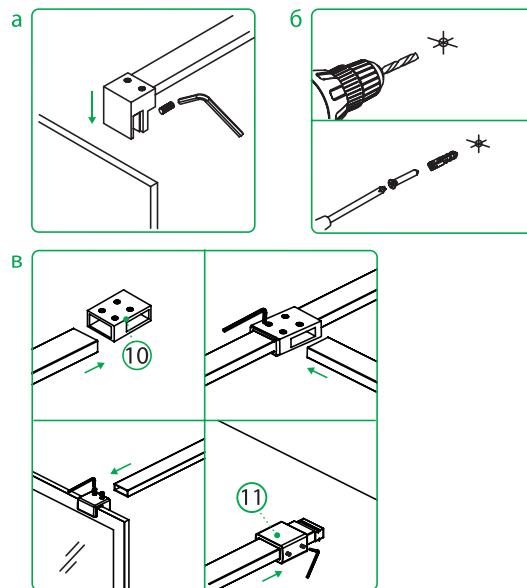

Рис. 9/9-сур.
профиля со стеклом обычно устанавливаются на расстоянии 10-15 см от торца закаленного стекла – закрепите их (рис. 9-а).
8. Просверлите в стене отверстия для коннектора профиля со стеной напротив коннектора профиля со стеклом (рис. 9-б). Закрепите профили жесткости, предварительно отрезав необходимую длину ножовкой согласно расположе-
Важно! Для сборки двух каркасов вам понадобится коннектор каркаса душевой перегородки Walk In, который приобретается отдельно (рис. 9-в).